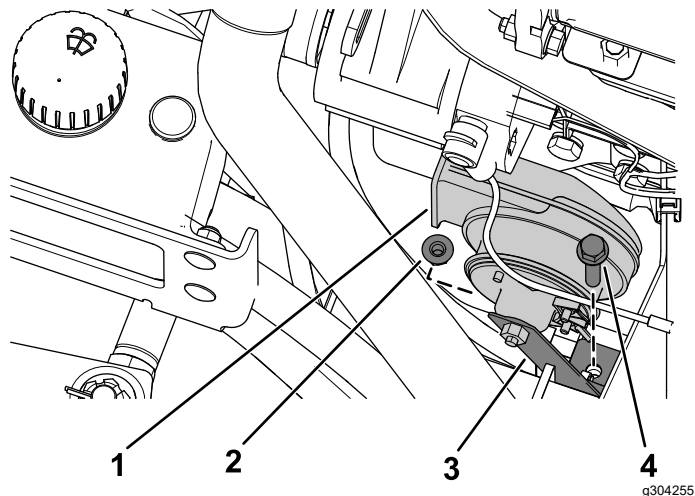

Figura 33
13. Fixai claxonul pe suportul de montare a claxonului folosind urubul i piuliă (Figura 33) îndepărtate anterior.